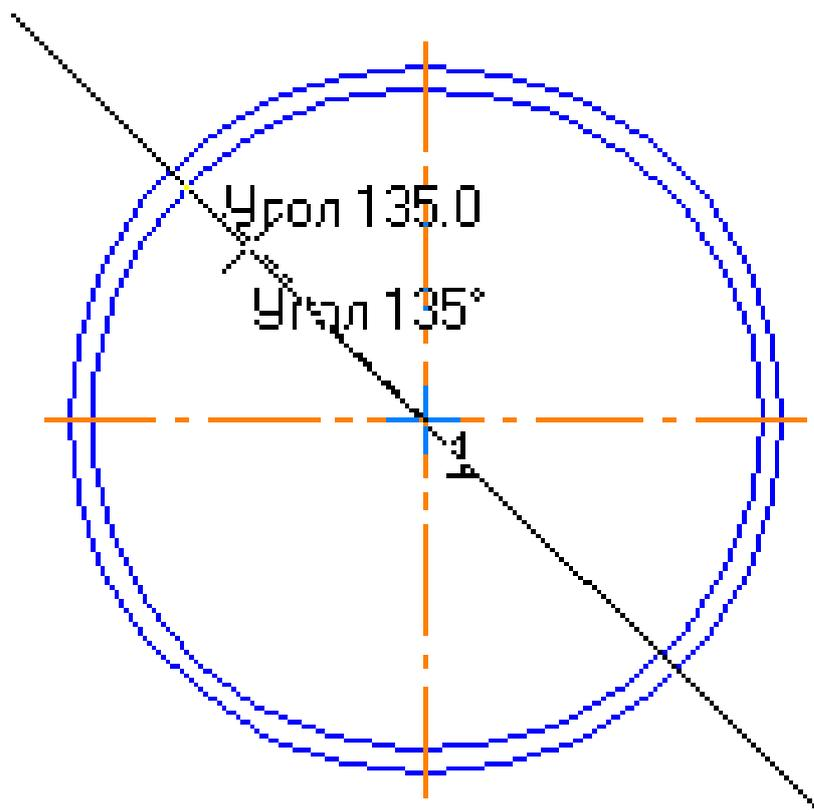

Рисунок 28 - Создание вспомогательной прямой
- создайте прямую, проходящую через центр отверстий под углом  $135^{\circ}$ , используя угловую привязку (рис.28).